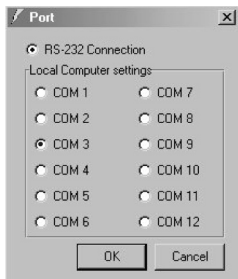

Рис. 13. Окно выбора порта в управляющей программе: выбор виртуального порта
5. В программе, используемой для управления коммутатором, выберите для связи с ним тот COM-порт, который был назначен в программе «Virtual Serial Port Manager» (рис. 13).